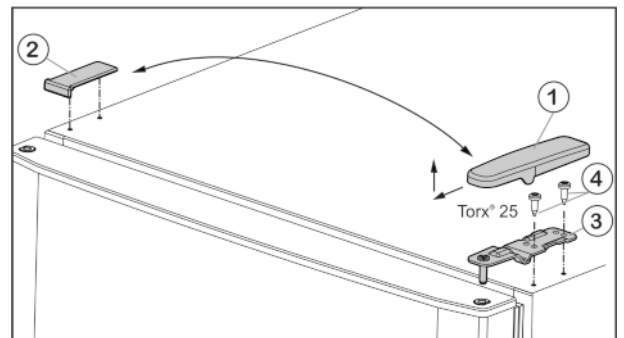
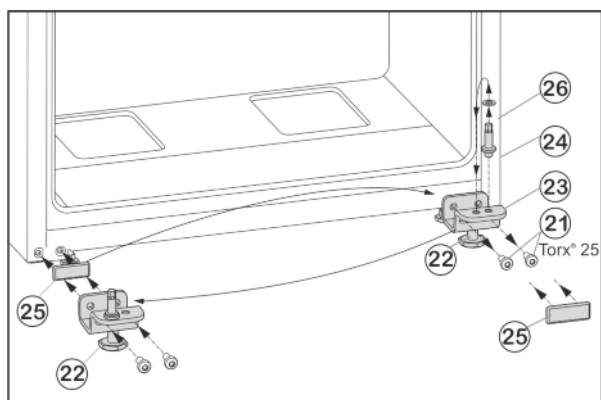

Fig. 5
Fig. 7
- ▶ Enlever le cache Fig. 5 (1) vers l'avant et vers le haut.
- ▶ Retirer le cache Fig. 5 (2).
- ▶ Dévisser le support d'appui supérieur Fig. 5 (3) (2 Torx® 25) Fig. 5 (4) et retirer vers le haut.
- ▶ Desserrer les vis de fixation Fig. 7 (21).
- ▶ Retirer l'ensemble du support de palier inférieur Fig. 7 (23) avec le boulon de palier Fig. 7 (24), la rondelle Fig. 7 (26) et le pied de réglage Fig. 7 (22).
- ▶ Dévisser l'ensemble du boulon de palier Fig. 7 (24) avec la rondelle Fig. 7 (26), déplacer le tout dans le trou de préhension du côté opposé du support de palier et revisser fermement.
- ▶ Retirer avec précaution la plaque de recouvrement Fig. 7 (25) et la déplacer du côté opposé.
- ▶ Revisser l'ensemble du support de palier inférieur Fig. 7 (23) avec le boulon de palier Fig. 7 (24), la rondelle Fig. 7 (26) et le pied de réglage Fig. 7 (22) du côté de la nouvelle charnière, au besoin à l'aide d'une visseuse sans fil (**en appliquant un couple de 4 Nm**).
- ▶ Placer la porte inférieure depuis le haut sur le boulon Fig. 7 (24).
- ▶ Remettre en place le support de palier du milieu (13) à 180° dans la porte inférieure et la visser solidement à l'aide des vis de fixation (11) (2 fois Torx® 25) sur le nouveau côté de la charnière (**avec 4 Nm**).
- ▶ Remettre en place la rondelle de plastique (10).
- ▶ Mettre en place la porte supérieure sur le support de palier (13).
- ▶ Placer le support d'appui supérieur Fig. 5 (3) sur le nouveau côté charnière de porte.
- ▶ Revisser le support de palier (**en appliquant un couple de 4 Nm**) (2 Torx® 25) Fig. 5 (4). Utiliser au besoin une visseuse sans fil.
- ▶ Remettre en place l'habillage Fig. 5 (1) du côté opposé depuis l'extérieur et l'enclencher.
- ▶ Remettre en place l'habillage Fig. 5 (2) du côté opposé depuis le dessus et l'enclencher.
- ▶ Dévisser le pied de réglage Fig. 7 (22) au niveau du support de palier inférieur Fig. 7 (23) jusqu'à ce qu'il repose au sol.